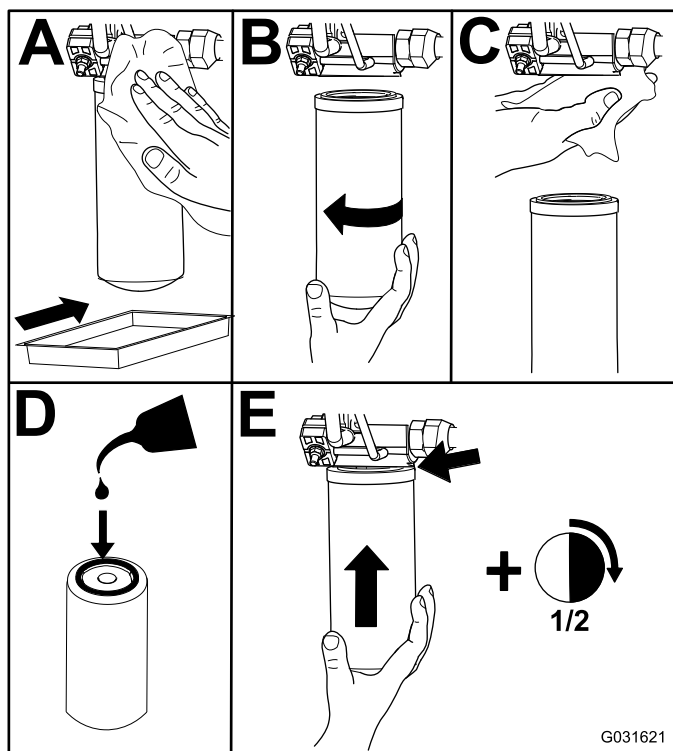

Figura 74
2. Substitua os filtros hidráulicos (Figura 74).